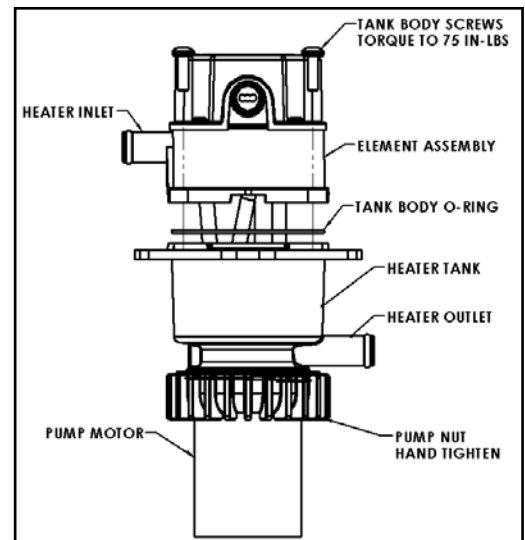

图 5
- 将图 5 中所示的固定电机外罩的四个螺钉拧下。
O 型圈损坏: 确保 O 型圈妥当放在凹槽内, 防止加热器漏液。见图 5。